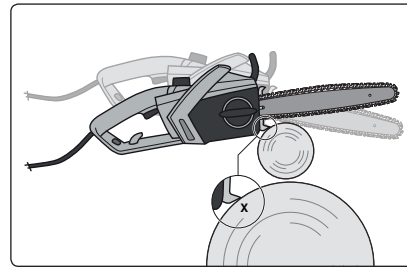

Abb. 6
4. Die Säge mit unterem Sägezahn der Stütze auf Stamm legen und mit leichtem Druck am vorderen Griff auf andere Stammseite umdrehen, um die Führungsschiene zum Boden zu richten. Durch die Bewegung der Säge die Zahnstütze auf den Stamm niedersetzen und die Vorgehensweise wiederholen, bis der Stamm fertig geschnitten ist (Abb.6).